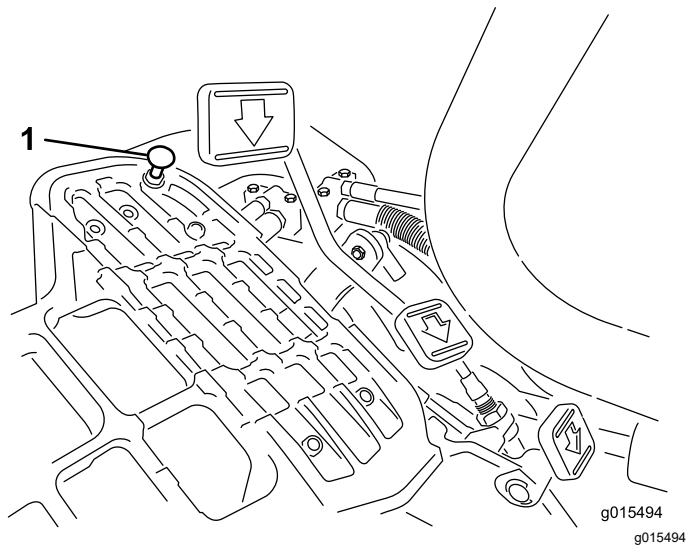

Figura 50
Para obtener la velocidad máxima de transporte, ponga la palanca de control funcional en la posición de TRANSPORTE y pise el pedal de tracción. Si el pedal toca el tope (Figura 50) antes de que se note tensión en el cable, ajústelo como se indica a continuación:
1. Ponga la palanca de control funcional en la posición de TRANSPORTE y afloje la contratuerca que fija el tope del pedal a la chapa del suelo (Figura 50).